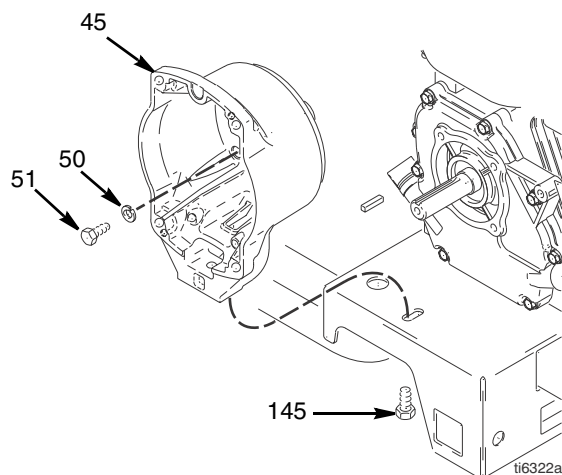

FIG. 11
3. FIG. 11. Débrancher les connecteurs d'embrayage (+) et (-) du faisceau de fils situé sous le chariot.
2. FIG. 11. Retirer les quatre vis (51) et leurs rondelles d'arrêt (50) qui maintiennent le carter d'embrayage (45) sur le moteur.
3. Enlever la vis (145) par le dessous de la plaque de support (D).
4. Extraire le carter d'embrayage (45).
1. FIG. 11. Pousser sur le carter d'embrayage (45).
2. Mettre en place les quatre vis (51) et rondelles d'arrêt (56) et fixer le carter d'embrayage (45) sur le moteur. Serrer à 200 in-lb (22,6 N·m).
3. Introduire les vis (145) par le dessous de la plaque de support. Serrer à 26 in-lb (35,2 N·m).